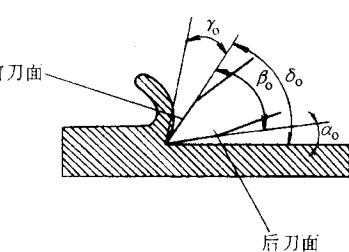

图 1-13 錾削角度
(3) 錾削角度 如要得到较好的錾削工件表面, 在錾削时錾子与工件之间应形成适当的錾削角度, 如图 1-13 所示。其中前角 γ_0 是錾子刃部前刀面与基面之间的夹角; 后角 α_0 是錾子刃部后刀面与切削平面的夹角; β_0 为錾子楔角。